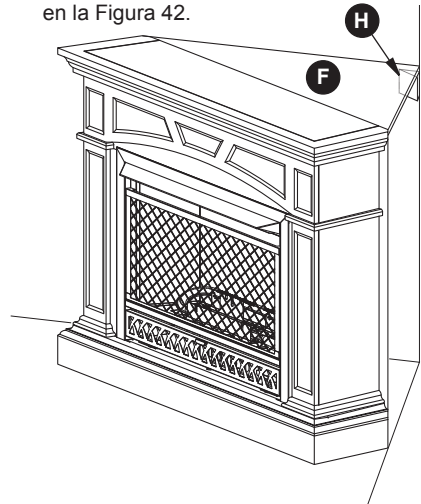

Figura 42
15. Presione chimenea en la esquina para que el panel superior del triángulo (F) esté en reposo en la parte superior del soporte escuadra (H), como se muestra en la Figura 42.